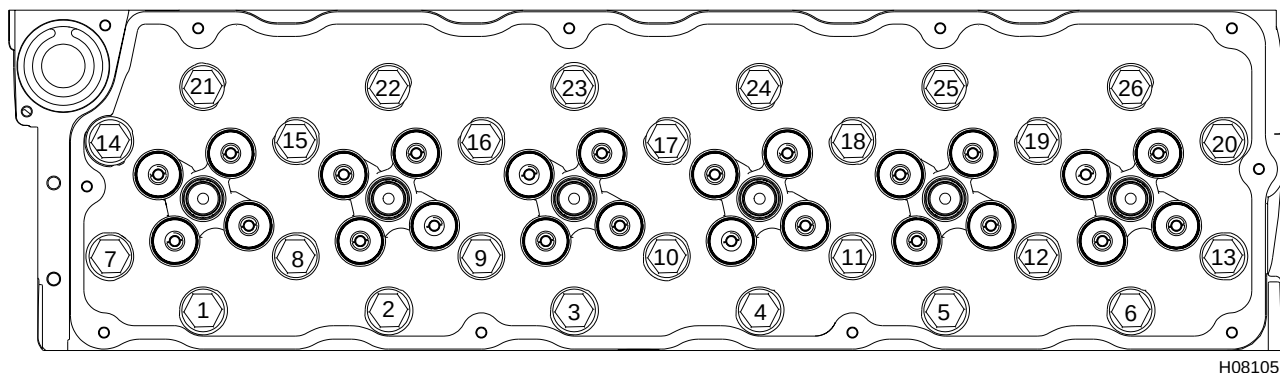

Figura 178 Secuencia B del torque de la culata
4. Ajuste cada perno de la culata nuevamente a 204 N·m (150 lbf/pie) en la secuencia especial B (Figura 178).